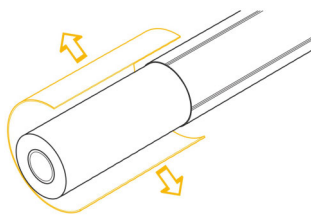

Рис. 5.6.4
4. Удалить защитную оболочку с конца трубы (рис. 5.6.4).